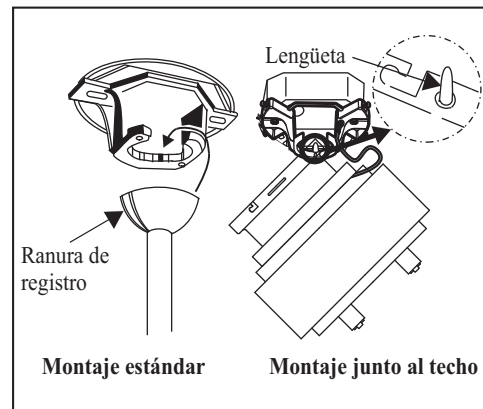

Figura 12
1. Pasa los cables de suministro de 120 Volts a través del orificio central en el soporte de montaje. (Figura 12)
4. Levante con cuidado el montaje del ventilador hacia el soporte del techo y cuélguelo en la lengüeta incluida utilizando uno de los agujeros del anillo exterior de la cubierta del techo. (Figura 12) Si utiliza un montaje estándar, asiente la bola colgante en el zócalo del soporte de montaje. Asegúrese de que la lengüeta del zócalo del soporte de montaje quede bien asentada en la ranura de la bola colgante. (Figura 12)
LA LENGÜETA MOSTRADA EN LA FIGURA 12 SÓLO SIRVE PARA EQUIBRAR EL VENTILADOR AL COLOCAR EL CABLEADO. SI NO SIGUE EL PROCEDIMIENTO DE LA FIGURA 12, PODRÍA PROVOCAR LA RUTURA DE LA LENGÜETA Y EL VENTILADOR PODRÍA CAER. EL GANCHO DEBE PASAR DEL INTERIOR AL EXTERIOR DE LA CUBIERTA.